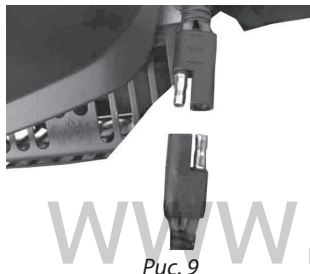

Рис. 9
- 6. Подключение и зарядка аккумулятора.** Для подключения аккумулятора к кнопке запуска соедините штекеры провода между собой (Рис.9).